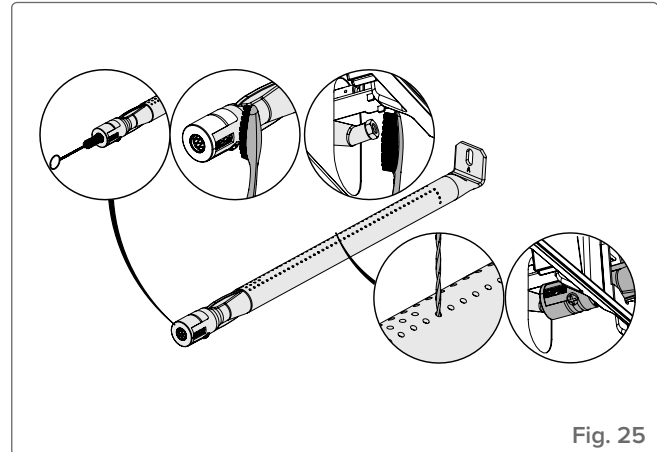

Fig. 25
- Reinig de binnenkant van de brander met een flexibele venturiborsteltje of, voor kwetsbare delen, een zachte borstel om voorzichtig vuil te verwijderen (**Fig. 25**).